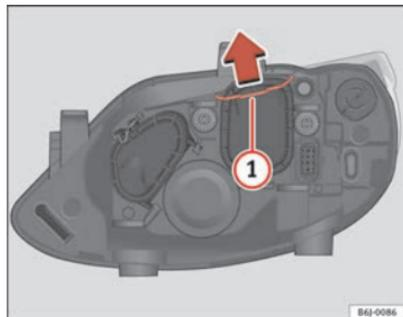

Fig. 136 Médios
- Desloque o tirante ⇒ fig. 136 ① no sentido da seta e puxe a tampa.